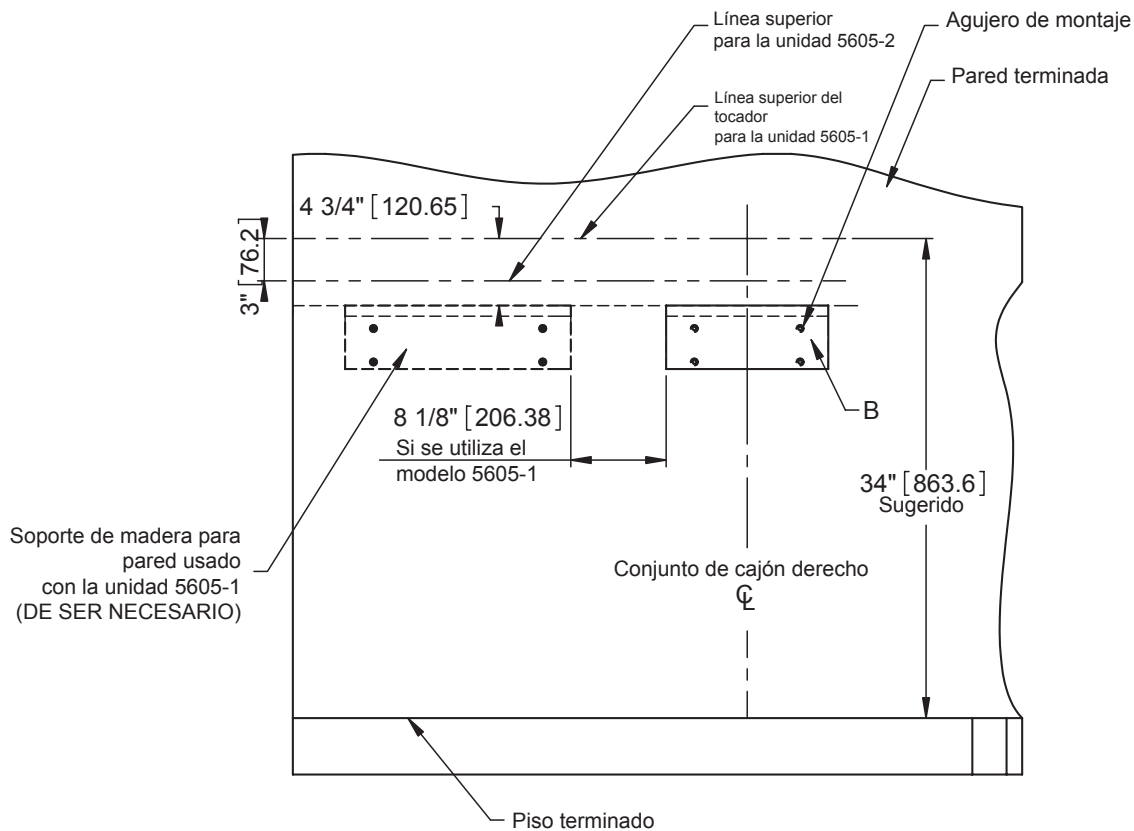

Figura 1
- Tome la medida del piso y utilice un nivel para dibujar una línea derecha para el **soporte de instalación para la pared (B)**.
- Sostenga temporalmente el **soporte de instalación para pared (B)** en la ubicación deseada y marque la ubicación de los agujeros para los **anclajes (C)**.
- Vea la **figura 1** para determinar las medidas de montaje.
- SI UTILIZA LA UNIDAD 5605-1, CONSULTE LA FIGURA 1 PARA OBTENER LAS MEDIDAS PARA LA INSTALACIÓN DEL SOPORTE DE MADERA PARA PARED.